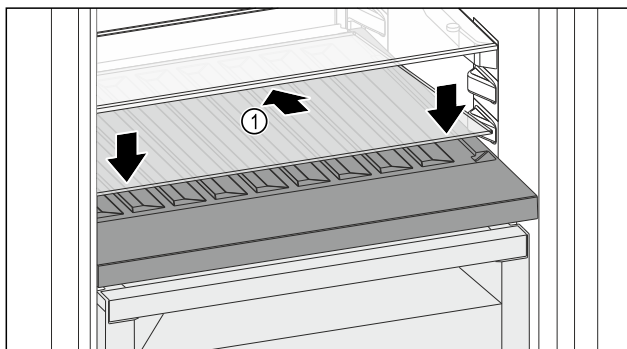

Fig. 216
- ▶ Helyezze be ferdén, hátul lefelé döntve az üveglapot Fig. 216 (1).
- ▶ Engedje le az üveglap Fig. 216 (1) elejét.